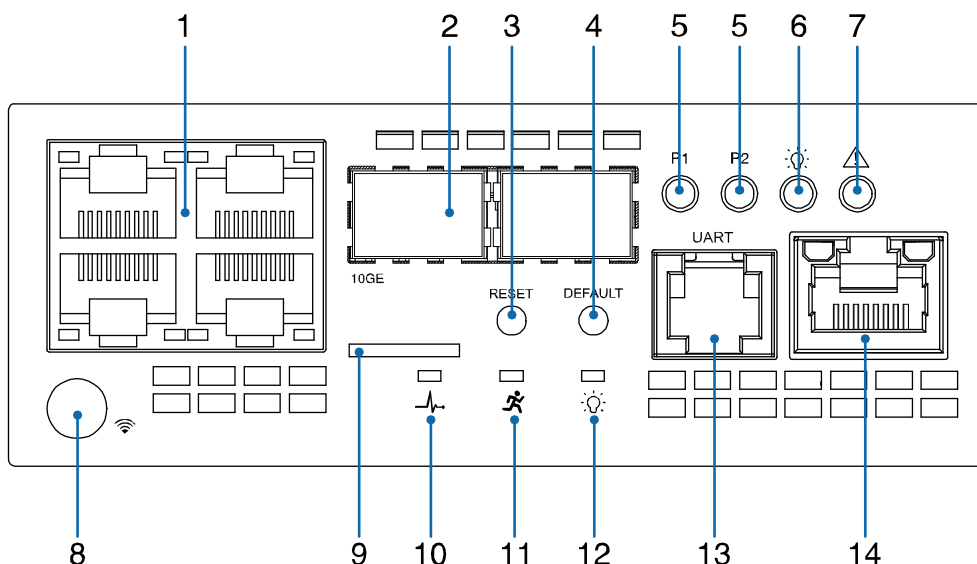

图 2-3 管理模块面板
- 管理交换模块下端共有三个状态指示灯，如图 2-3 所示，最右下端的 5 表示通电状态，通电后灯亮，中间的为主从指示灯；左下端的灯为心跳信号指示灯，在管理交换模块正常工作的情况下，每隔 1 秒心跳信号指示灯闪烁一次。
- 管理交换模块面板如图 2-3 所示，其各个部分说明见相应的表格。利用面板上的各种接口，即可方便的实现管理模块的各项功能。
B9000 提供简易方便的管理监控功能, 只需要将一根普通的网线插在图 2-3 中管理 RJ45 端口中, 即可方便的使用浏览器登录管理模块进行本地或远程管理, 具体功能及操作方法介绍见 4.1 节部分。